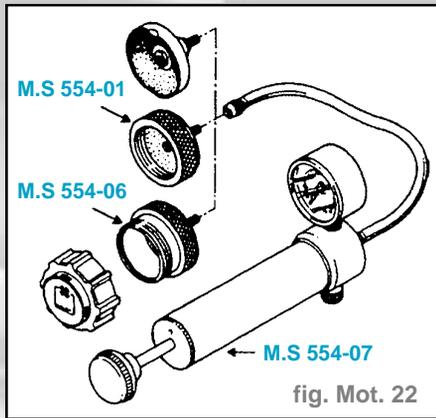

fig. Mot. 22
- Remplacer la soupape de vase d'expansion par l'adaptateur **M.S. 554-01** (fig. Mot. 22).
- Adapter sur la pompe **M.S. 554-01** l'outil **M.S. 554-06** et placer sur celui-ci la soupape à contrôler (fig. Mot. 22).